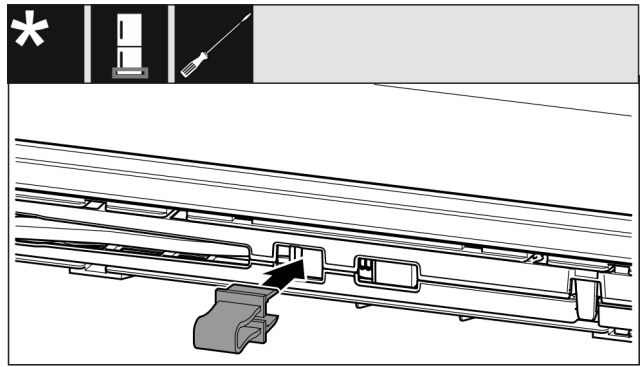

Fig. 12
- ▶ Зафіксуйте запобіжник в отворі Fig. 12 ().